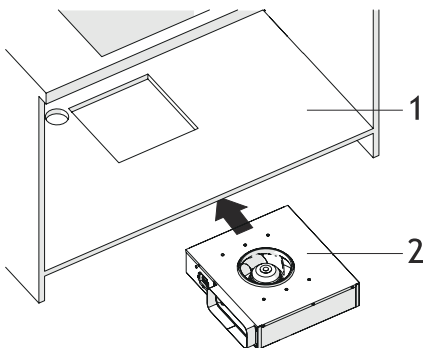

Fig. 20
7. ➡ Skjut motorn på plats under sockeln (Fig. 20).